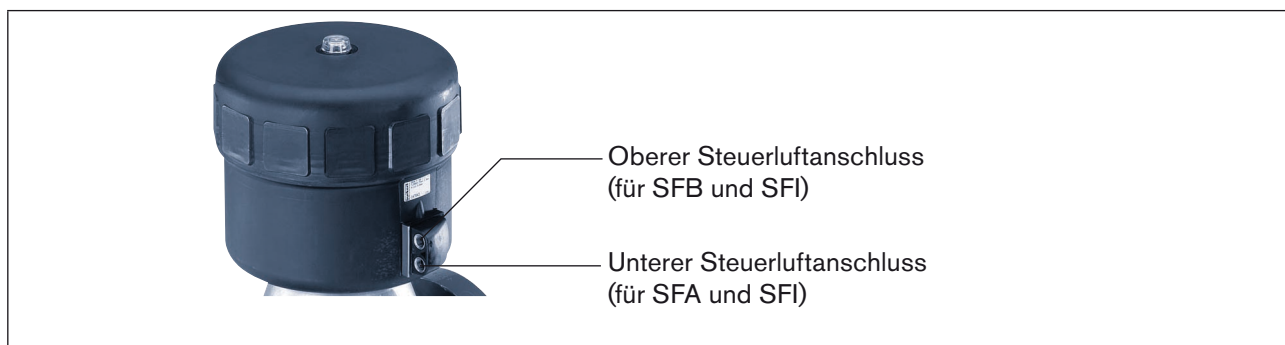

Bild 18: Steuerluftanschluss
- Unteren Steuerluftanschluss mit Druckluft (Wert wie auf dem Typenschild angegeben) beaufschlagen (siehe nachfolgendes *Bild 18: Steuerluftanschluss*).